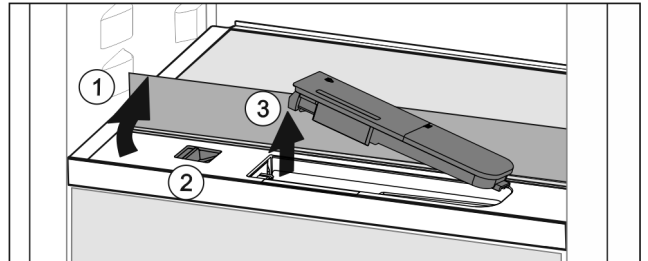

Fig. 150
- ▶ Glasplaat heffen en tot de aanslag naar achter klappen Fig. 150 (1).
- ▶ Schuif Fig. 150 (2) naar links schuiven.
- ▶ Waterreservoir eruit halen Fig. 150 (3).